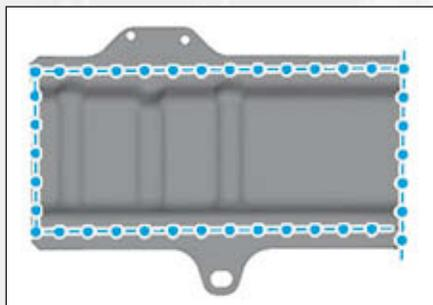

FIG.39
- les zones d'accostages sur la pièce neuve (Fig.39),